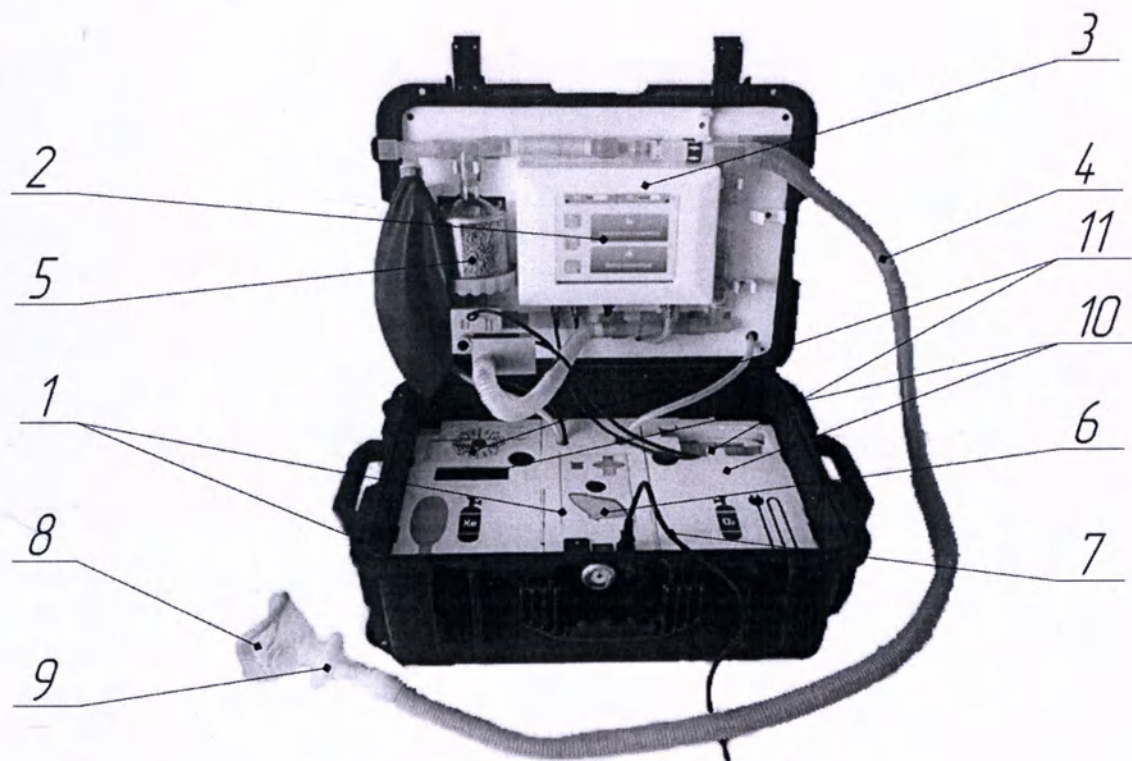

Рис. 3. Внешний вид Комплекса в переносном исполнении в сборе:
5.1.6 Внешний вид Комплекса в варианте исполнения переносной в сборе представлен на рис. 3.